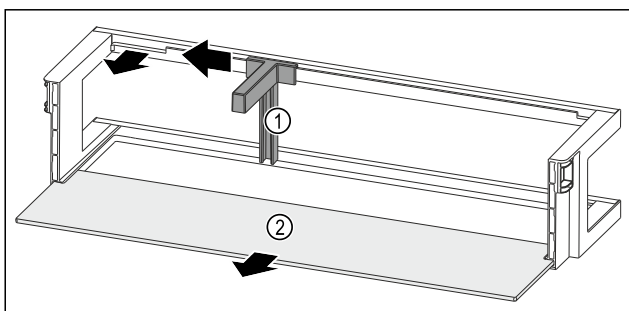

Fig. 241 Дверная полка с держателем для бутылок и съемной полкой
- ▶ Сместите держатель для бутылок Fig. 241 (1) до выемки в сторону.
- ▶ Извлеките держатель для бутылок Fig. 241 (1).
- ▶ Извлеките съемную полку Fig. 241 (2).